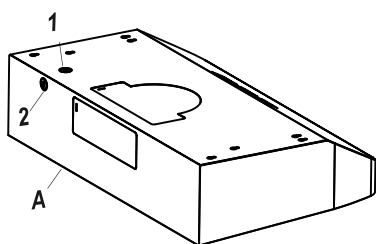

Fig. 10
- Utiliser le câble d'alimentation pour relier la hotte (A) directement à la boîte de jonction ou au disjoncteur. Seulement utiliser un câble en cuivre blindé flexible, ou non métallique gainé. Ne jamais utiliser de rallonge électrique ou de raccord pour cet appareil.
- Connecter un connecteur de conduit homologué UL ou approuvé par la CSA à chaque extrémité du câble d'alimentation électrique (à la hotte et à la boîte de jonction). Raccorder les deux fils de couleur de la hotte (A) aux fils correspondants de la source électrique : le noir au noir (sous tension), le blanc au blanc (neutre), et le vert/jaune au vert/jaune (mise à la terre). Utiliser soit le trou du haut (1) ou le trou arrière (2) de la hotte en fonction de votre type d'installation (voir Fig. 10).
- Choisir le trou défonçable de câblage électrique approprié à enlever selon votre type d'installation. Utiliser le trou supérieur (1) pour une installation de ventilation par le dessus et le trou arrière (2) pour une installation de ventilation par l'arrière. Voir Fig. 10.